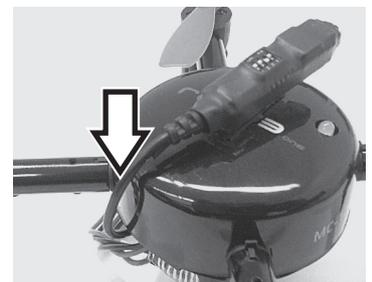

Abb. 2
7. Kleben Sie das doppelseitige Klebeband an der Mittelachse entlang auf das Oberteil der Schutzkappe (die Kameralinse (7) befindet sich zwischen den beiden roten Propellern). Ziehen Sie die restliche Schutzfolie des doppelseitigen Klebebandes ab.
8. Befestigen Sie die Kamera am Band, wobei sich die Kameralinse (7) gegenüber der zwei roten Propeller befinden muss ("nach vorn gerichtet"). Die DIP-Schalter (5) müssen nach oben gerichtet sein, sodass Sie die Kanäle wählen können.
9. Führen Sie die Kabel an der Mitte der Schutzkappe entlang, damit es sich während der Bedienung des "RC EYE One S" nicht verfangen kann (siehe Abb. 2).